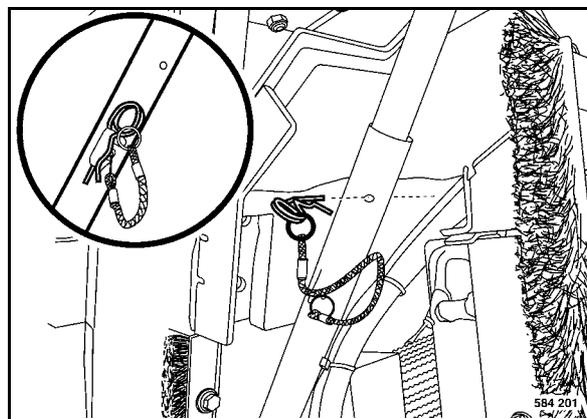

Рис. 186
- Полностью открыть и зафиксировать капот (Рис. 186).